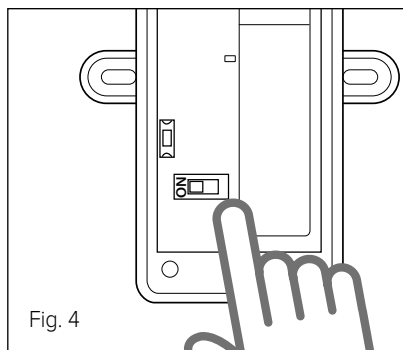

Fig. 4
- Impostare il microinteruttore sulla scheda della Sonda Esterna in posizione **ON** (fig. 4).